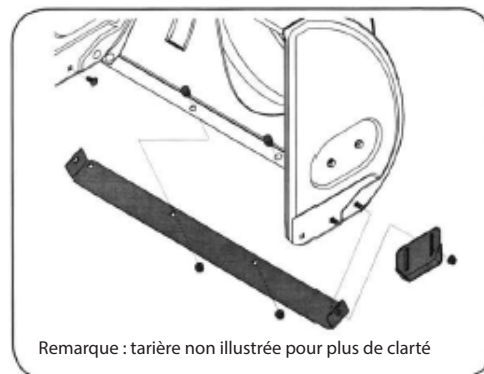

Figure 13
1. Retirez les quatre boulons de carrosserie et les écrous à bride hexagonale qui les fixent à la souffleuse à neige. Voir la figure 13.
2. Réassemblez les nouvelles patins avec les quatre boulons de carrosserie (deux de chaque côté) et les écrous à bride hexagonale. Voir la figure 13.